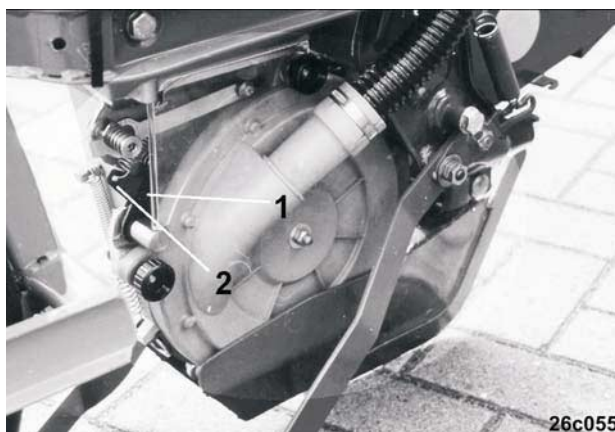

Fig. 67
- controleren of de afstrijker (Fig. 67/1) gangbaar is. Hiervoor de afstrijker (Fig. 67/1) lichtjes meermaals aan de hefboom (Fig. 67/2) – waar de veer ingehaakt is - op en neer bewegen.